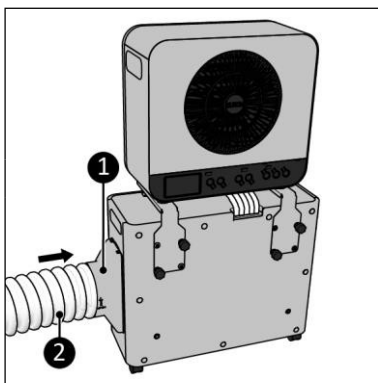

Figura 15
9. Collegare l'adattatore (Figura 15, pos. 1) al lato dell'unità esterna (Figura 15, pos. 1).
10. Stretch Allungare leggermente il tubo di scarico termico (Figura 15, pos. 2) a un'estremità e avvitarlo (in senso antiorario) sull'adattatore.
3. Collegare l'adattatore (Figura 15, pos. 1) e il tubo di scarico del calore (Figura 15, pos. 2) al lato dell'unità esterna.